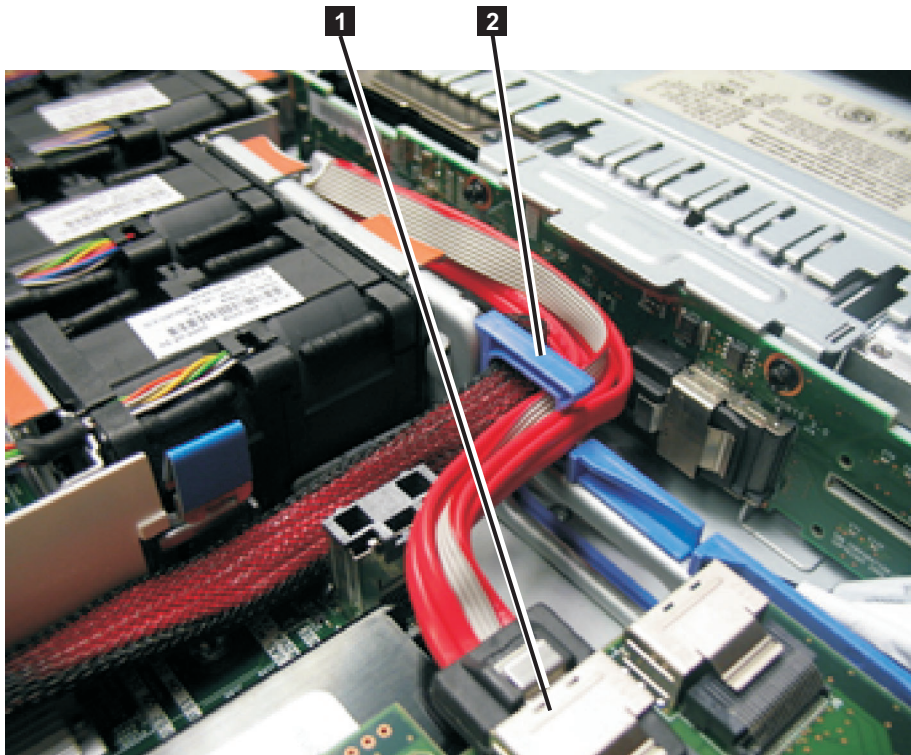

図 197. SAN ボリューム・コントローラー 2145-CG8 または 2145-CF8 の青色のバルクヘッド・クリップを通して配線され、SAS ディスク・コントローラーに接続されたブート・ディスク SAS ケーブル
10. 236 ページの図 197 に示すように、ディスク・バックプレーンの背後の青色のバルクヘッド・クリップから取り外します。